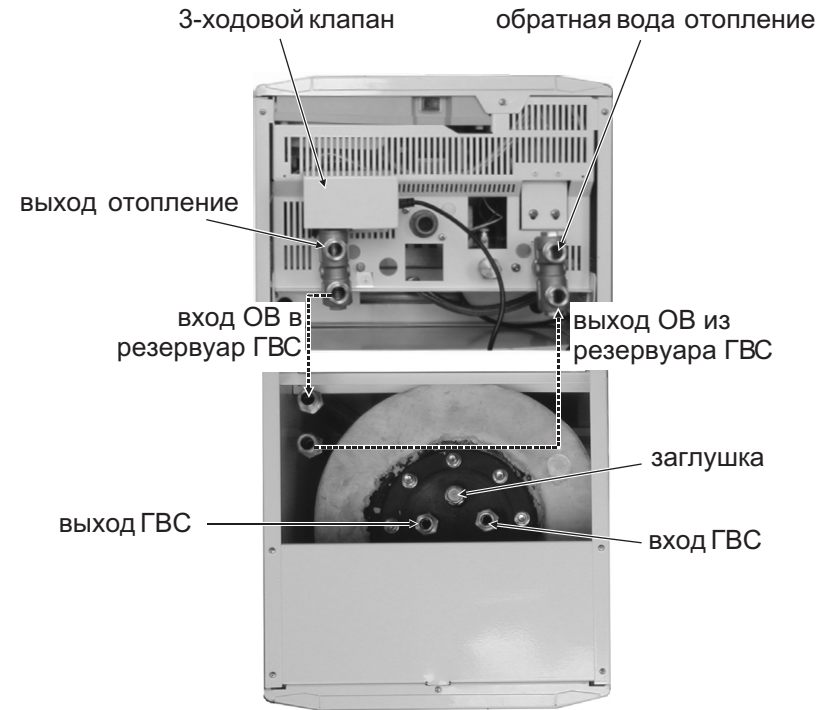

рис.2.
11. На выход 3-ходового клапана, отдаленный от электромотора, подсоедините шланги и подсоедините с выходом для входа ОВ резервуара см.рис.2.
12. На вход котла (обратная вода) закрепите с помощью перекидной гайки распределительный Т-переходник. На один из его выходов установите короткие шланги, а второй конец подсоедините на выход ОВ резервуара см.рис.2.